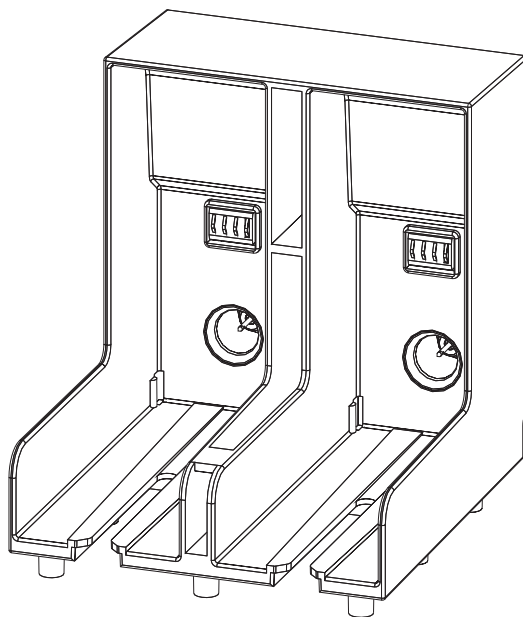

Abbildung 6-3: Kartuschenhalterschlitz
- 5 Bringen Sie die Tintenkartusche in den Tintenkartuschenhalter ein, indem Sie den Kartuschenschlüssel mit dem korrekten Halterschlitz ausrichten (Abbildung 6-3 auf Seite 6- 6).